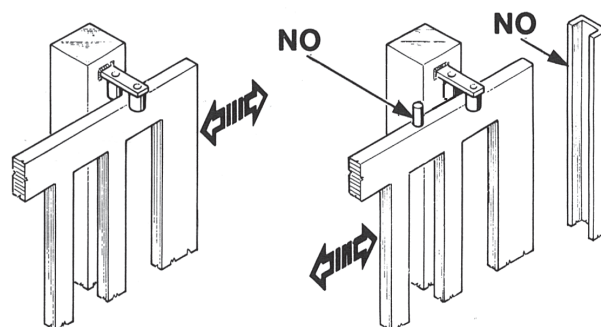

FIG. 3
- Le colonne del cancello devono avere superiormente delle guide antideragliamento (Fig. 3) per evitare involontari sganciamenti.